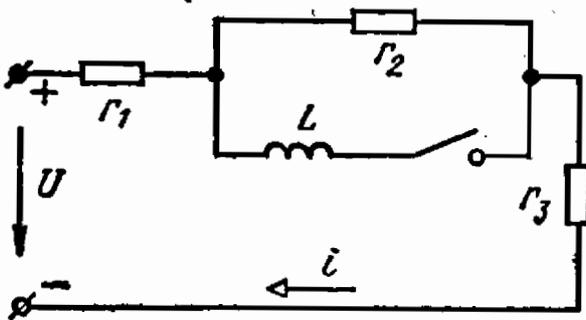

Рис. 7.8
7.8. Найти закон изменения тока неразветвленного участка цепи (рис. 7.8) после замыкания ключа, если $U = 64$ В, $r_1 = 2$ Ом, $r_2 = 8$ Ом, $r_3 = 6$ Ом, $L = 0,1$ Г.